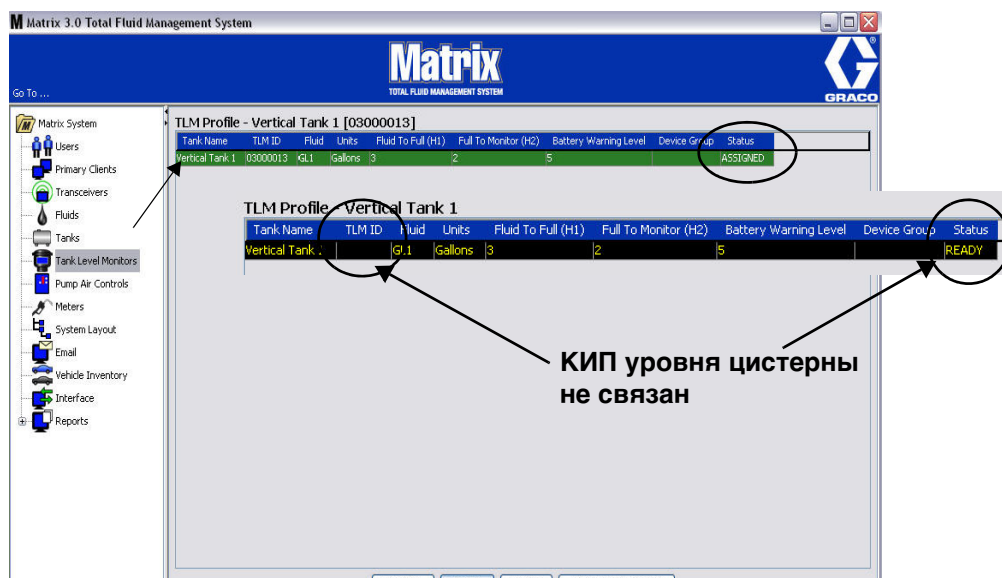

Рис. 109
3. По заполнении сведений во всех полях, нажмите кнопку «ОК» [OK] внизу окна «Add TLM Profile» [Добавить профиль КИП уровня цистерны]. Профиль добавлен в начало списка. Параметр «ASSIGNED» [НАЗНАЧЕН] в столбце «Status» [Состояние] подтверждает, что профиль полностью заполнен. Параметр «READY» [ГОТОВ] в столбце «Status» [Состояние] появится, если профиль не полностью заполнен. Обратите внимание, что поле «TLM ID» [ИД КИП] пустое (Рис. 109), т. е. КИП уровня цистерны не связан с системой Matrix.